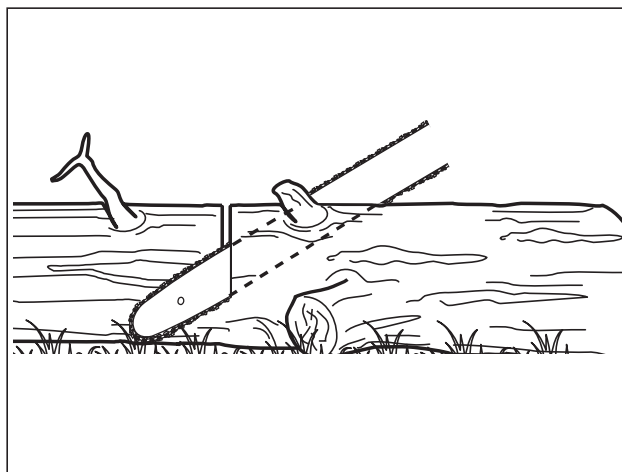

Fig. 24
1. Siga las instrucciones simples para un aserrado fácil. Cuando el tronco está soportado a lo largo de toda su longitud, se corta desde la parte superior (tronzado desde arriba) (Fig. 24). No deje que la barra y la cadena golpeen el suelo.